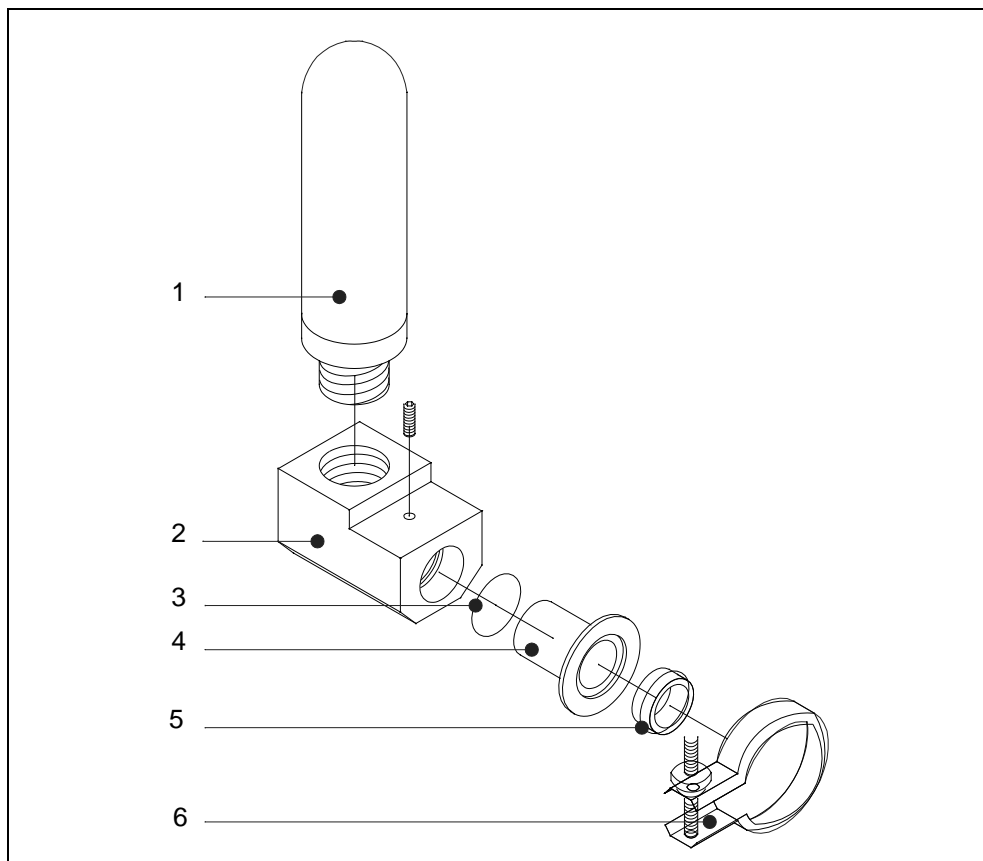

Fig. 9-3 Geluidsdemper uitschakelen
- Schroef de geluidsdemper van de aansluitadapter, vervang deze door een nieuwe geluidsdemper en draai deze vast. Zie hiervoor Fig. 9-3/1.